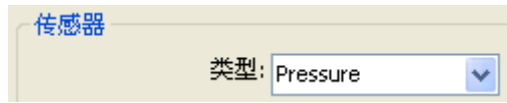

图 5.57 类型选择
1. 选择“详细设计”->“传感器”->“类型”对应的下拉框中，如图 5.57 所示：